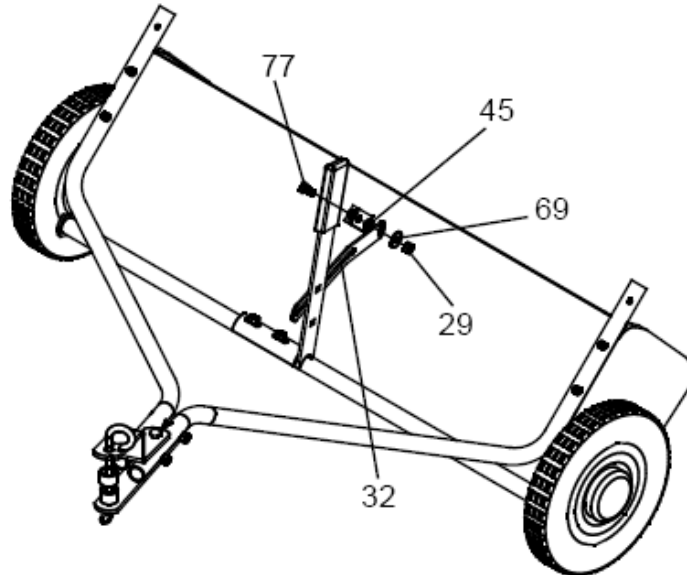

Abbildung 6
- Stecken Sie die Sechskantschraube (77) durch die Klammer (10).
- Schieben Sie nun die Buchse (45) auf die Sechskantschraube (77).
- Führen Sie die Schrauben mit der Buchse durch die Bohrung im Höhenverstellblech (F) und schieben anschließend die Flachscheibe (69) auf das Gewinde der Schraube (77).
- Drehen Sie die Sicherungsmutter (29) auf die Sechskantschraube und ziehen Sie diese gleich fest (siehe Abbildung 6).